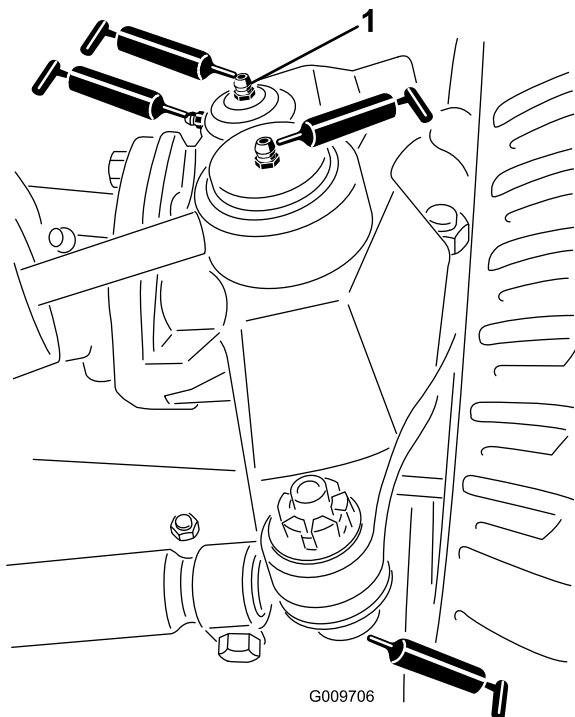

图 49
- 转向油缸球窝接头 (2) 图 49
- 横拉杆球窝接头 (2) (图 49)
- 主销轴套 (2) (图 49)。主销顶部接头应每年润滑一次 2 个泵。